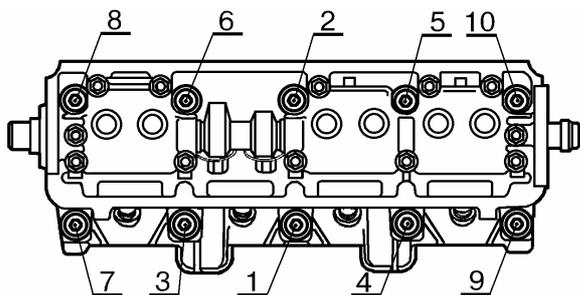

Рис.56.
- затянуть болты крепления. Затяжку болтов производить в четыре приема в последовательности, указанной на рис.56 (переходник 67.7812-9543 для болтов 2108-1003271, ключ ТЛ-98-110 размера Е14 для болтов 2108-1003271-01, вороток и удлинитель или гайковерт типа ИП – 3111):